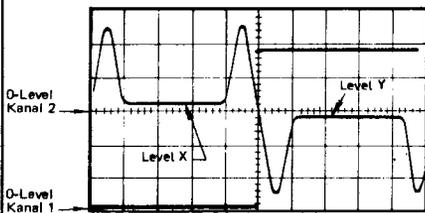

Abb. 4 FEOT-Signal
- f) Mit "VERT. UNCAL." am Scope Signal CH2 entsprechend Abb. 4 einstellen (5 cm/ss).
- g) Kreuzungspunkte der beiden Signale in die Mitte des Scopes stellen. Zentrierung der Level X und Y nach Abb. 4 beachten.